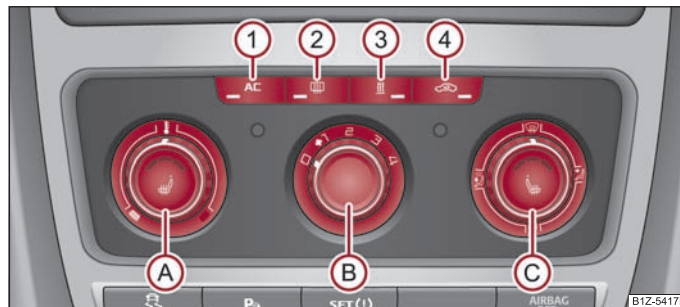

Abb. 107 Klimaanlage: Bedienungselemente
Die Kühlung arbeitet nur dann, wenn die Taste  $\Rightarrow$ Abb. 107  gedrückt ist und folgende Bedingungen erfüllt sind:
- Drehen Sie den Drehregler  $\Rightarrow$ Abb. 107 nach rechts, um die Temperatur zu erhöhen.
- Drücken Sie die Taste **(AC)** **(1)** ⇒ Abb. 107. In der Taste leuchtet die Kontrollleuchte.
- Bedienelemente Ⓐ, Ⓑ, Ⓒ und die Taste ① und ④ ⇒ Seite 96, Abb. 107.
- Drücken Sie die Taste  ④ ⇒ Seite 96, Abb. 107, in der Taste leuchtet die Kontrollleuchte auf.
Wenn der Luftverteilungsregler  ⇒ Seite 96, Abb. 107 steht, wird der Umluftbetrieb automatisch ausgeschaltet. Durch wiederholtes Drücken der Taste  können Sie auch in dieser Stellung den Umluftbetrieb wieder einschalten.